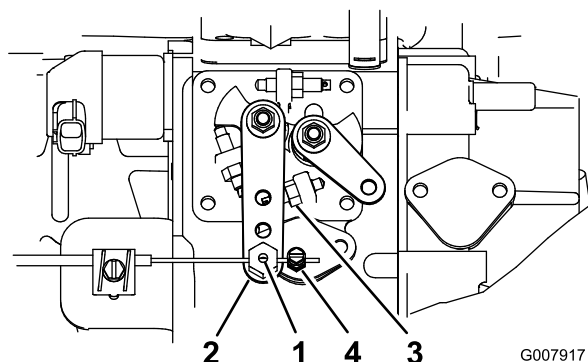

Figure 38
2. Desserrez la fixation du câble d'accélérateur sur le bras du levier de la pompe d'injection (Figure 38).